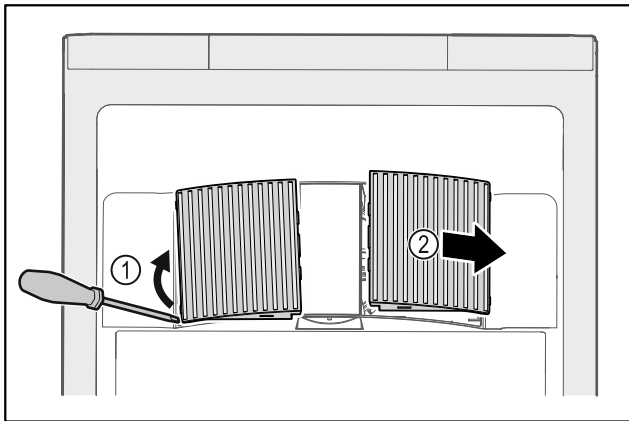

Fig. 203
- ▶ Осторожно подденьте крышки вентилятора сбоку Fig. 203 (1) и снимите их движением вперед Fig. 203 (2).